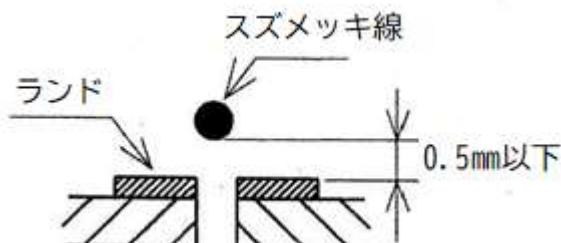

図6 配線の浮き上がり限界
- ③ フォトインタラプタ、コネクタ、トグルスイッチ、タクトスイッチは、プリント板に差し込み、リード線を折り曲げずにハンダ付けすること。
(4) 設計製作基板におけるスズメッキ線による配線
- ① 配線は支給されたスズメッキ線を使用すること。部品リード線の使用は不可とする。
- ② 配線の際に基板のランドを剥離させないよう注意すること。
- ③ 配線方向はX-Y方向とする。
- ④ 配線はできるだけランドの中央寄りに配し、ランドの外周をはみ出さないこと。
- ⑤ 配線は基板から浮き上がらないように直線的に行い、浮き上がりの許容差は図6に示すとおりとする。